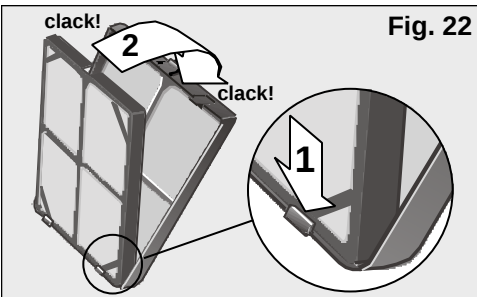

Fig. 22
- Introducete il filtro purificatore + cornice nel filtro base come indicato dalla **Fig. 22**, tenendo conto che dovrete anzitutto inserirlo nelle pattine inferiori.